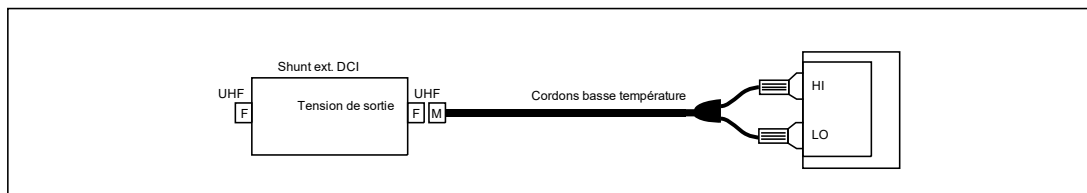

Figure 17. Branchement d'un shunt de courant continu externe
La fonction Shunt ext. DCI fournit une lecture de courant calculé pour un shunt de courant spécifié en mesurant la tension sur tout le shunt. Si les corrections du shunt sont désactivées (OFF), le courant affiché est calculé à partir de $I = V/R$ où R est la résistance du shunt. Si les corrections sont activées (ON), le courant affiché est calculé à l'aide de la résistance parallèle du shunt et de l'impédance d'entrée de 10 M Ω de la fonction Shunt ext. DCI. Les raccordements sont simples comme indiqué à la figure 17.